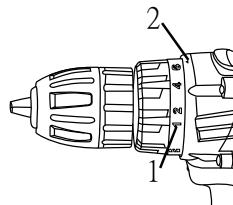

Рис. 4
Шуруповерт оснащен специальным вращающимся кольцом для установки ограничения крутящего момента. Для установки ограничения крутящего момента на вращающемся кольце нанесены цифры (1). Поверните кольцо (Рис. 4) до совмещения необходимой цифры со стрелкой (2). Для правильной установки используйте таблицу ниже.